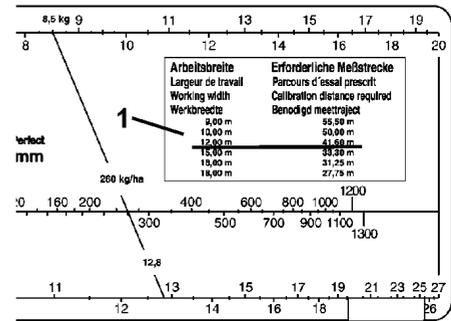

Fig. 33
- Aus der Tabelle (Fig. 33/1) des Nomogramms für die gewünschte Arbeitsbreite (12 m) die erforderliche Messstrecke (41,6 m) entnehmen.